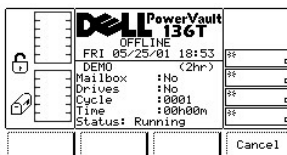

Figure 111. Service > Library > Exercice > Demo Using Time > Dialogue Execution
- 1 Si la touche de fonction **OK** est enfoncée, les valeurs du champ sont appliquées et la fonction Demo est lancée. Reportez-vous à la Figure 111.